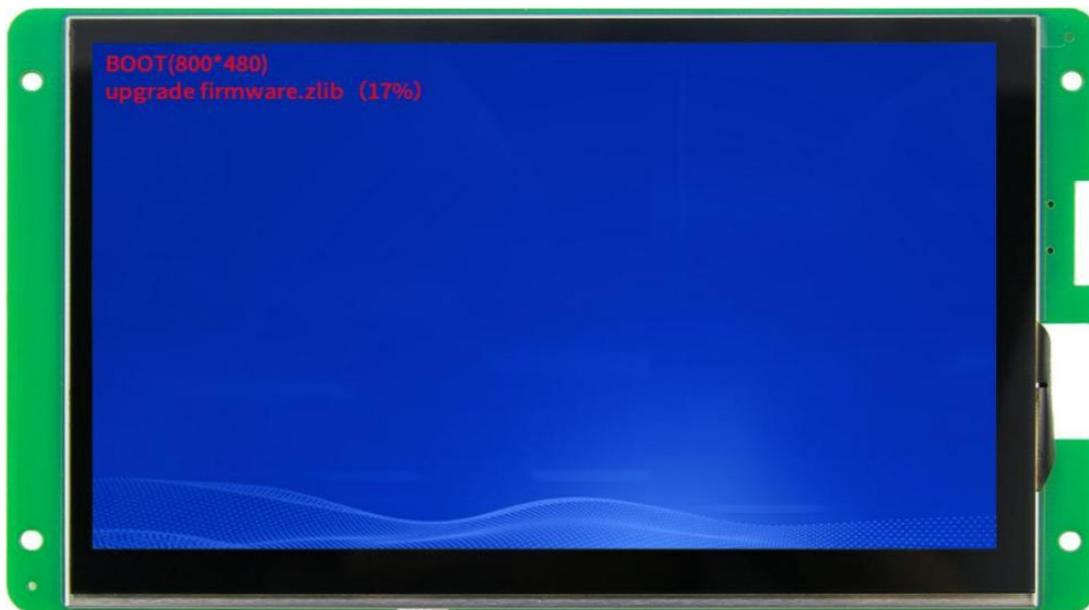

图 3-2 固件升级过程
2. 将 SD 卡插入屏幕上的 SD 卡卡槽, 上电即可升级, 升级过程如图 3-2 所示。